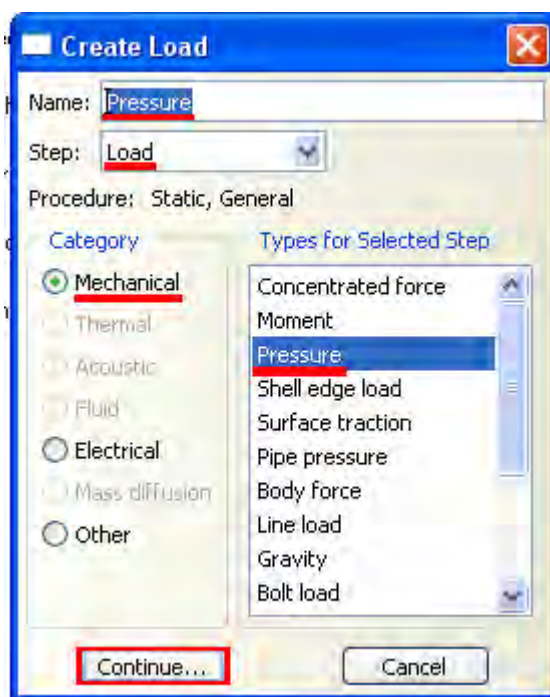

Рисунок. 7.87 – Создание нагрузки
4. Из списка типов **Types for Selected Step** выберите **Pressure** и щелкните **Continue** (Рисунок. 7.87).